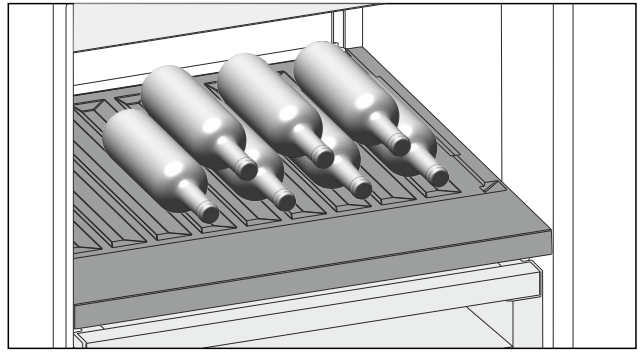

Fig. 147 Représentation à titre d'exemple
- Placer les bouteilles avec le fond orienté vers la paroi arrière de l'appareil. (voir Fig. 147)